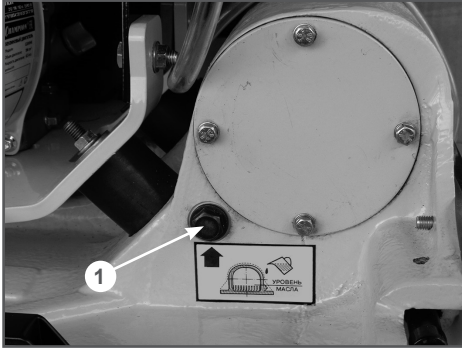

Рис. 22 Замена масла в вибраторе
В вибратор заливается моторное масло SAE30. Полный объем масла в вибраторе составляет 400 мл. Для поддержания вибратора в рабочем состоянии необходимо менять масло через каждые 100 часов работы. Отверстие для контроля уровня масла в вибраторе находится с правой стороны вибратора (смотреть по ходу движения) (Рис. 22).
4. Открутите пробку 1 контрольного отверстия и слейте масло в подготовленную для этого емкость (Рис. 22). Внимательно осмотрите слитое масло на предмет наличия в нем металлических частиц.